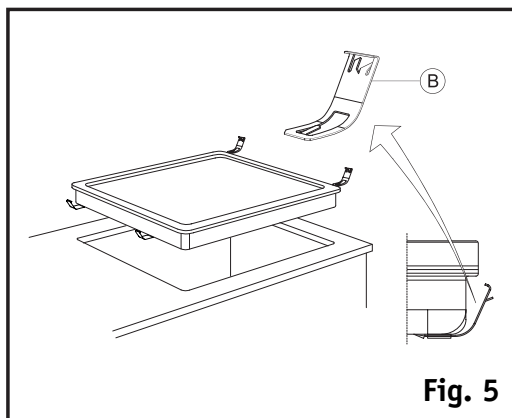

Fig. 5
1. Introduisez les 4 pinces (B) (Fig. 5) dans leurs rails respectifs situés dans le bord inférieur du plan de cuisson.